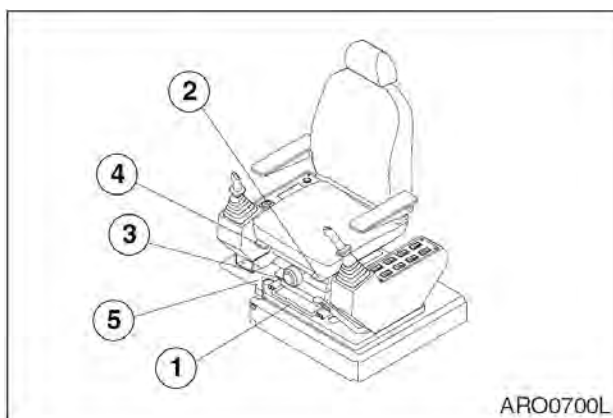

Рис. 84
### 1. РЕГУЛИРОВАНИЕ ПОЛОЖЕНИЯ ВПЕРЕД / НАЗАД (рис. 84)
Держа рычаг (1, рис. 84), поднять его, одновременно перемещая сиденье вперед или назад в нужное положение. Отпустить рычаг, когда нужное положение достигнуто. Предел регулировки – 160 мм.
### 2. РЕГУЛИРОВКА НАКЛОНА И ВЫСОТЫ СИДЕНЬЯ (рис. 84)
Нажать рычаг (2, рис. 84) вниз для регулировки угла передней части сиденья.
Потянуть рычаг (2, рис. 84) вверх для регулировки угла задней части сиденья.
### 3. РЕГУЛИРОВАНИЕ НАГРУЗКИ (РИС. 84)
Поворот ручки (3, рис. 84) вправо уменьшает амортизацию. Поворот ручки влево – увеличивает амортизацию. Отрегулировать в соответствии с весом оператора по круговой шкале индикатора веса. Пределы регулирования 50-120 кг.
### 4. РЕГУЛИРОВАНИЕ НАКЛОНА (РИС. 84)
Подняв правый рычаг (4, рис. 84), можно двигать спинку сиденья вперед и назад.
**5. ПЕРЕМЕЩЕНИЕ ВСЕЙ КОНСТРУКЦИИ КРЕСЛА ВПЕРЕД /НАЗАД (рис. 84)**